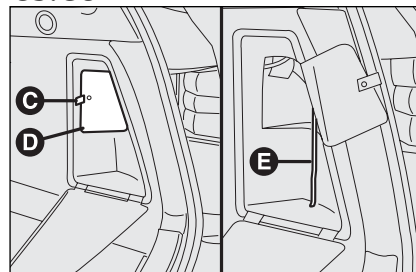

fig. 131
- ☐ tire de la patilla **C**-fig. 131 para abrir la segunda tapa **D**;